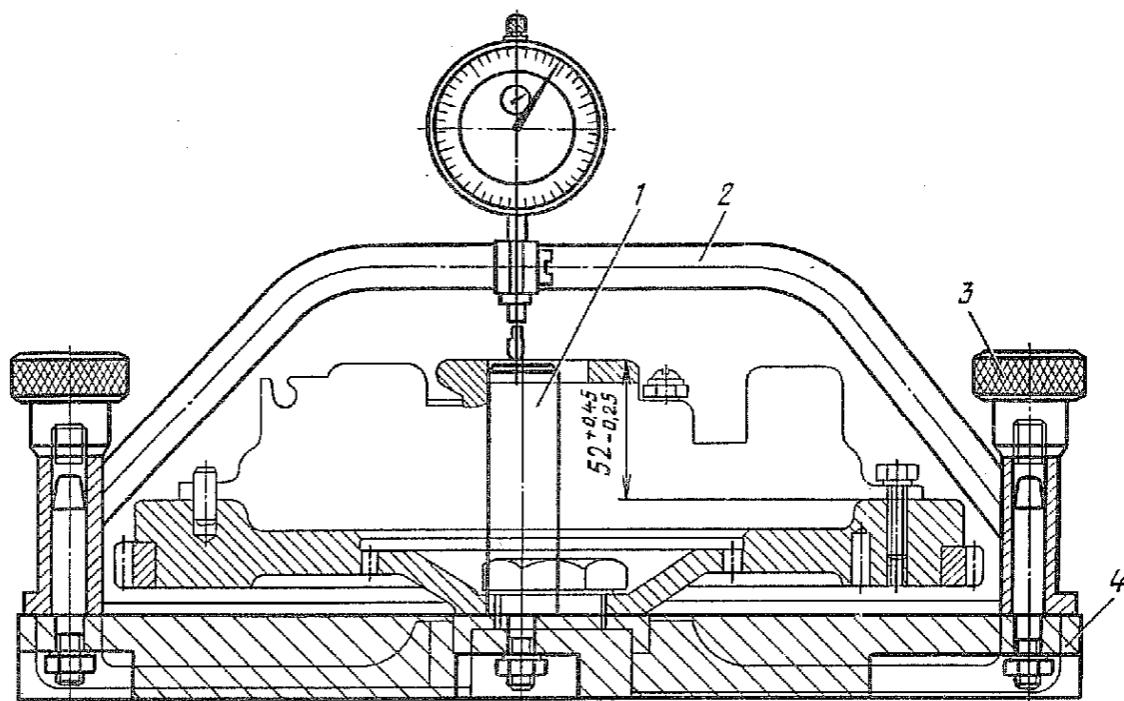

Рис. 51. Приспособление для регулировки положения пяты сцепления:
2.4.1. Установить перемычку 2 (рис. 51) на установочную плиту 4, вставить в отверстие плиты контрольную стойку 1. Установить на перемычку 2 индикатор так, чтобы ножка индикатора упиралась в контрольную стойку, большая стрелка индикатора установилась на цифре ноль, а малая — на цифре один.
2.4.2. Отвернуть зажимные гайки 3 (рис. 51) и снять перемычку 2 с индикатором с установочной плиты 4.